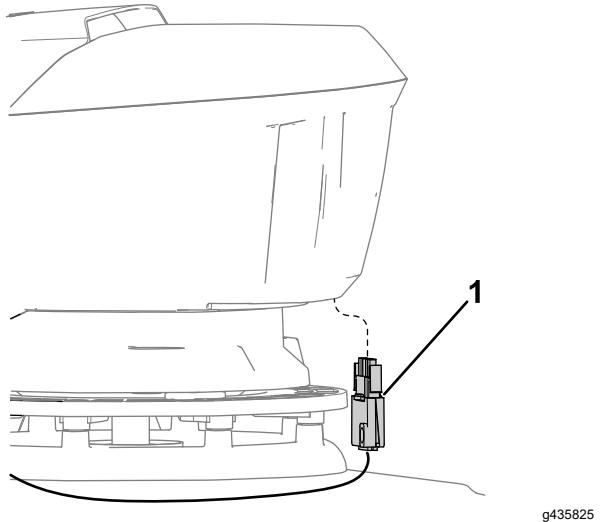

**Figura 5**
10. Enganche el acoplamiento del cable suelto del nuevo cable dentro de la palanca de control de la cuchilla; luego, jale firmemente el cable de control de la cuchilla y deslícelo hacia dentro del soporte como se muestra en la **Figura 5**.